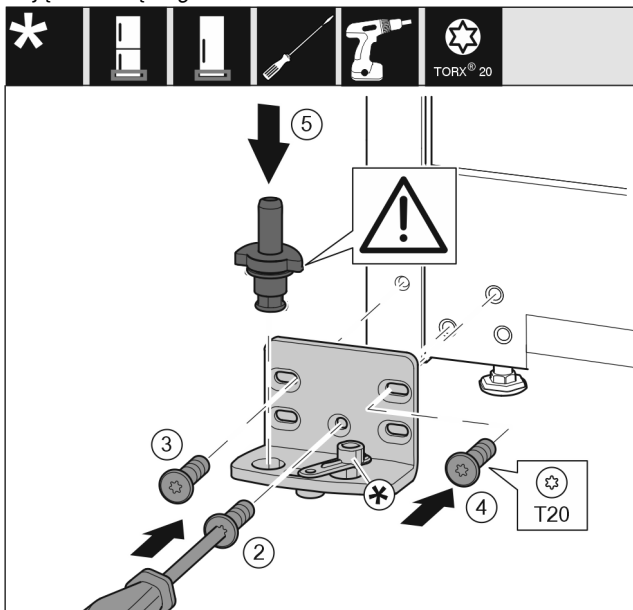

Fig. 36
- ▶ Płytkę zawiasu założyć z drugiej strony i przykręcić przy pomocy śrubokręta T20. Rozpocząć od śruby 2 dolnej umieszczonej na środku. Fig. 36 (2)
- ▶ Dokręcić śrubę 3 i 4. Fig. 36 (3,4)
- ▶ Założyć cały sworzeń płytki zawiasu. Przy tym zwrócić uwagę, by krzywka zatrzaskowa wskazywała do tyłu. Fig. 36 (5)
- ▶ Płytkę zawiasu założyć z drugiej strony i przykręcić przy pomocy śrubokręta T20. Rozpocząć od śruby 2 dolnej umieszczonej na środku. (2)
- ▶ Połączenie amortyzatora zamykania obrócić o 180°. Przykręcić z drugiej strony płytki zawiasu przy pomocy śrubokręta T20. (5)
- ▶ Założyć cały sworzeń płytki zawiasu. Przy tym zwrócić uwagę, by krzywka zatrzaskowa wskazywała do tyłu. (6)